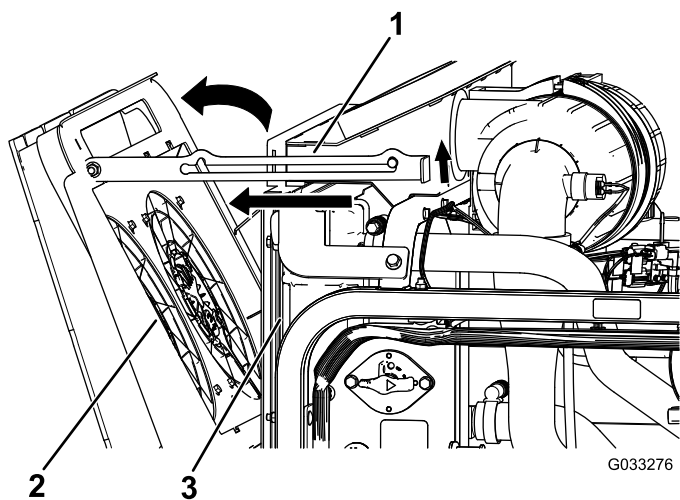

図 117
2. エンジン冷却ファンをラジエーターの後方に倒し、支え棒で支える (図 117)。